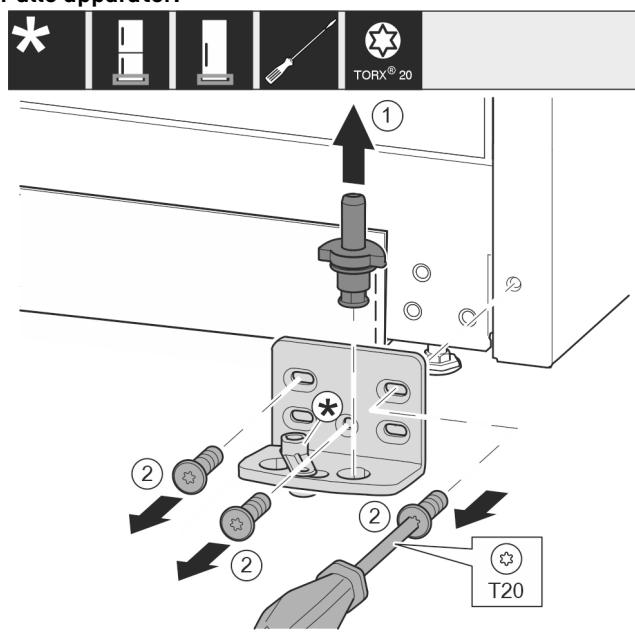

Fig. 9
- Trekk lagerbolten komplett opp og av. Fig. 9 (1)
- Skru ut skruene med skrutrekker T20, og ta av lagerbukken. Fig. 9 (2)